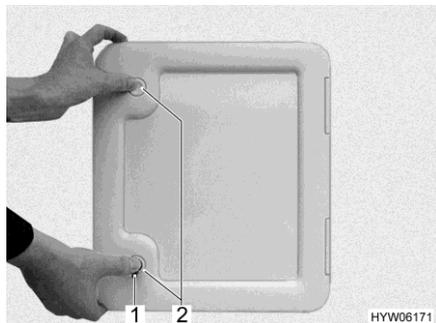

Fig. 275 Sportello per il serbatoio fecale
- Aprire lo sportello per il serbatoio fecale all'esterno del veicolo. Inserire la chiave nel cilindro della serratura a pressione (Fig. 275,1, Fig. 276,1 o Fig. 277,1) e ruotare di un quarto di giro.
- Se presenti: Premere contemporaneamente con i polli entrambi le serrature a pressione (Fig. 275,2 o Fig. 277,2) e aprire lo sportello.